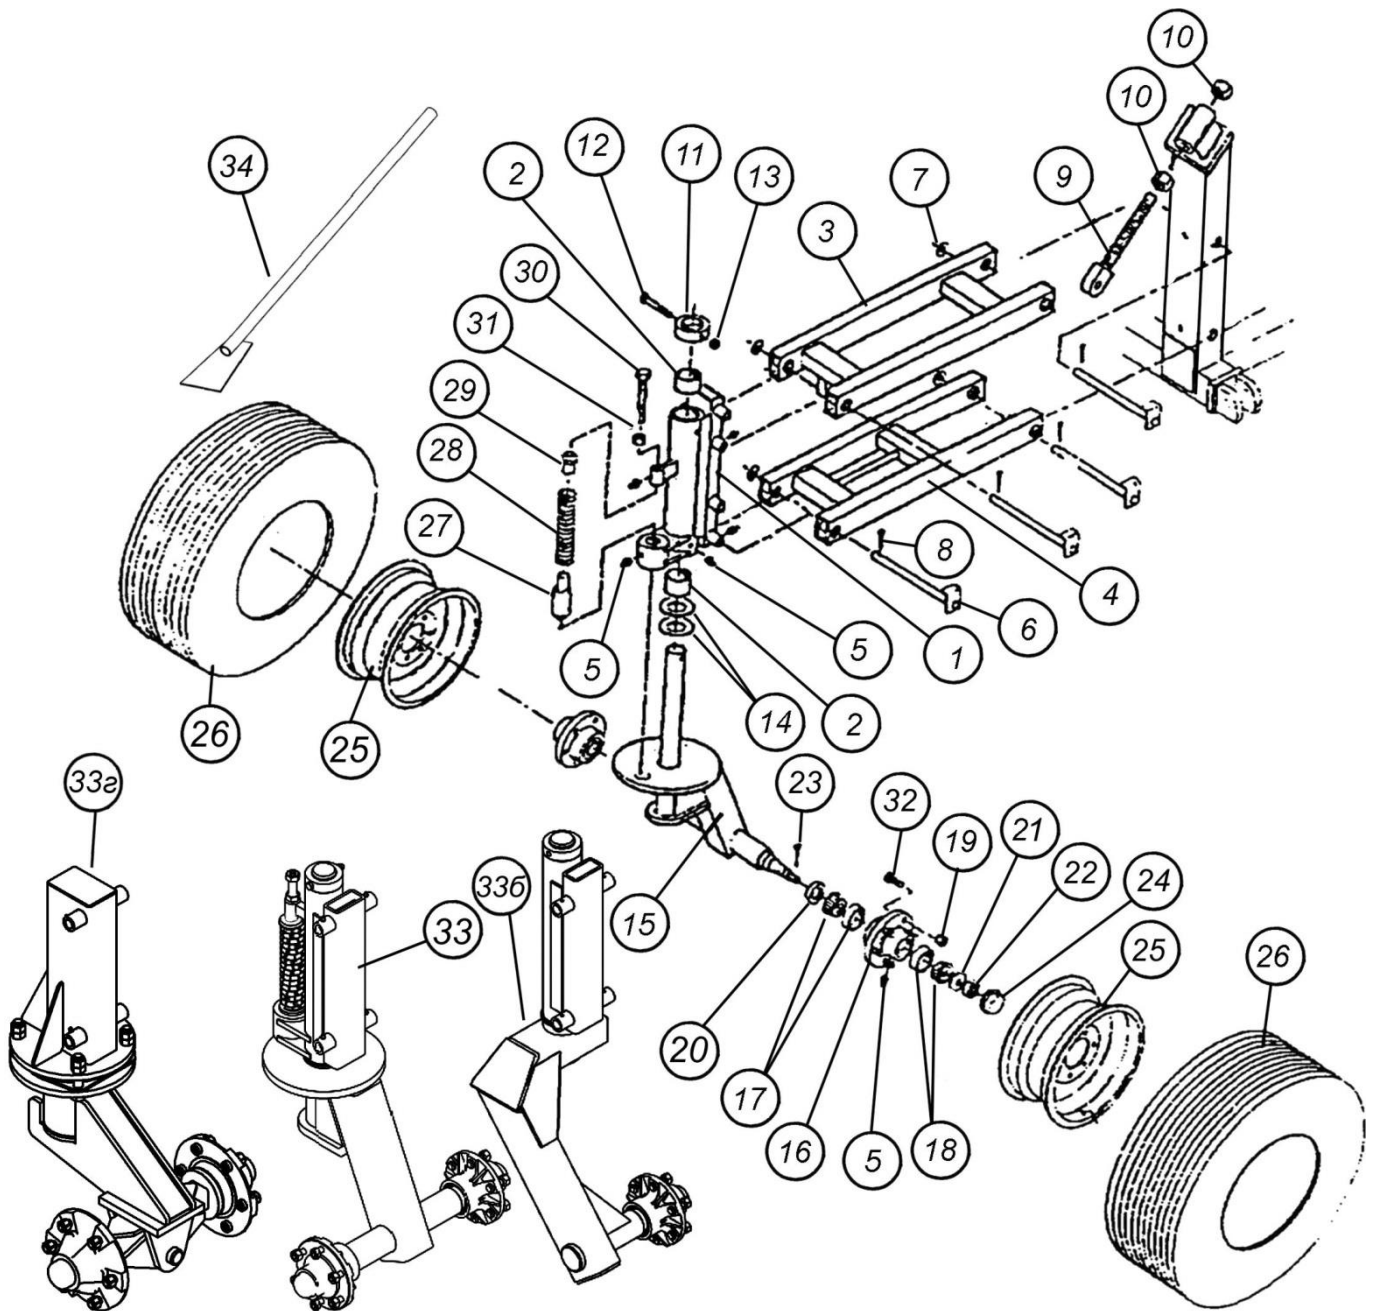

Рис. 6.3. Передняя подвеска
6.4. Передняя подвеска (рис. 6.3)